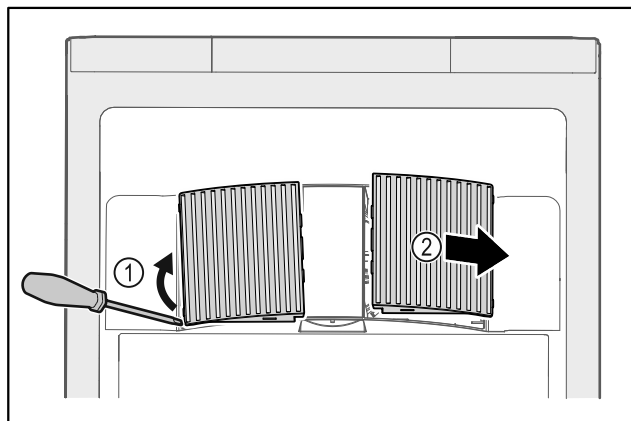

Fig. 143
- Estrarre con cautela i coperchi delle ventole dai lati Fig. 143 (1) e rimuoverli in avanti Fig. 143 (2).